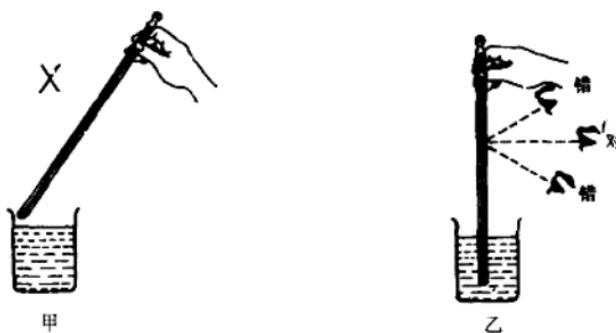

图 1-9 温度计的读数
3. 要等待温度计中的液面稳定后,才能从刻度上读温度数值. 读数时,温度计不要离开被测物体(图 1-9 甲);另外,人的视线要跟温度计中的液面相平(图 1-9 乙).